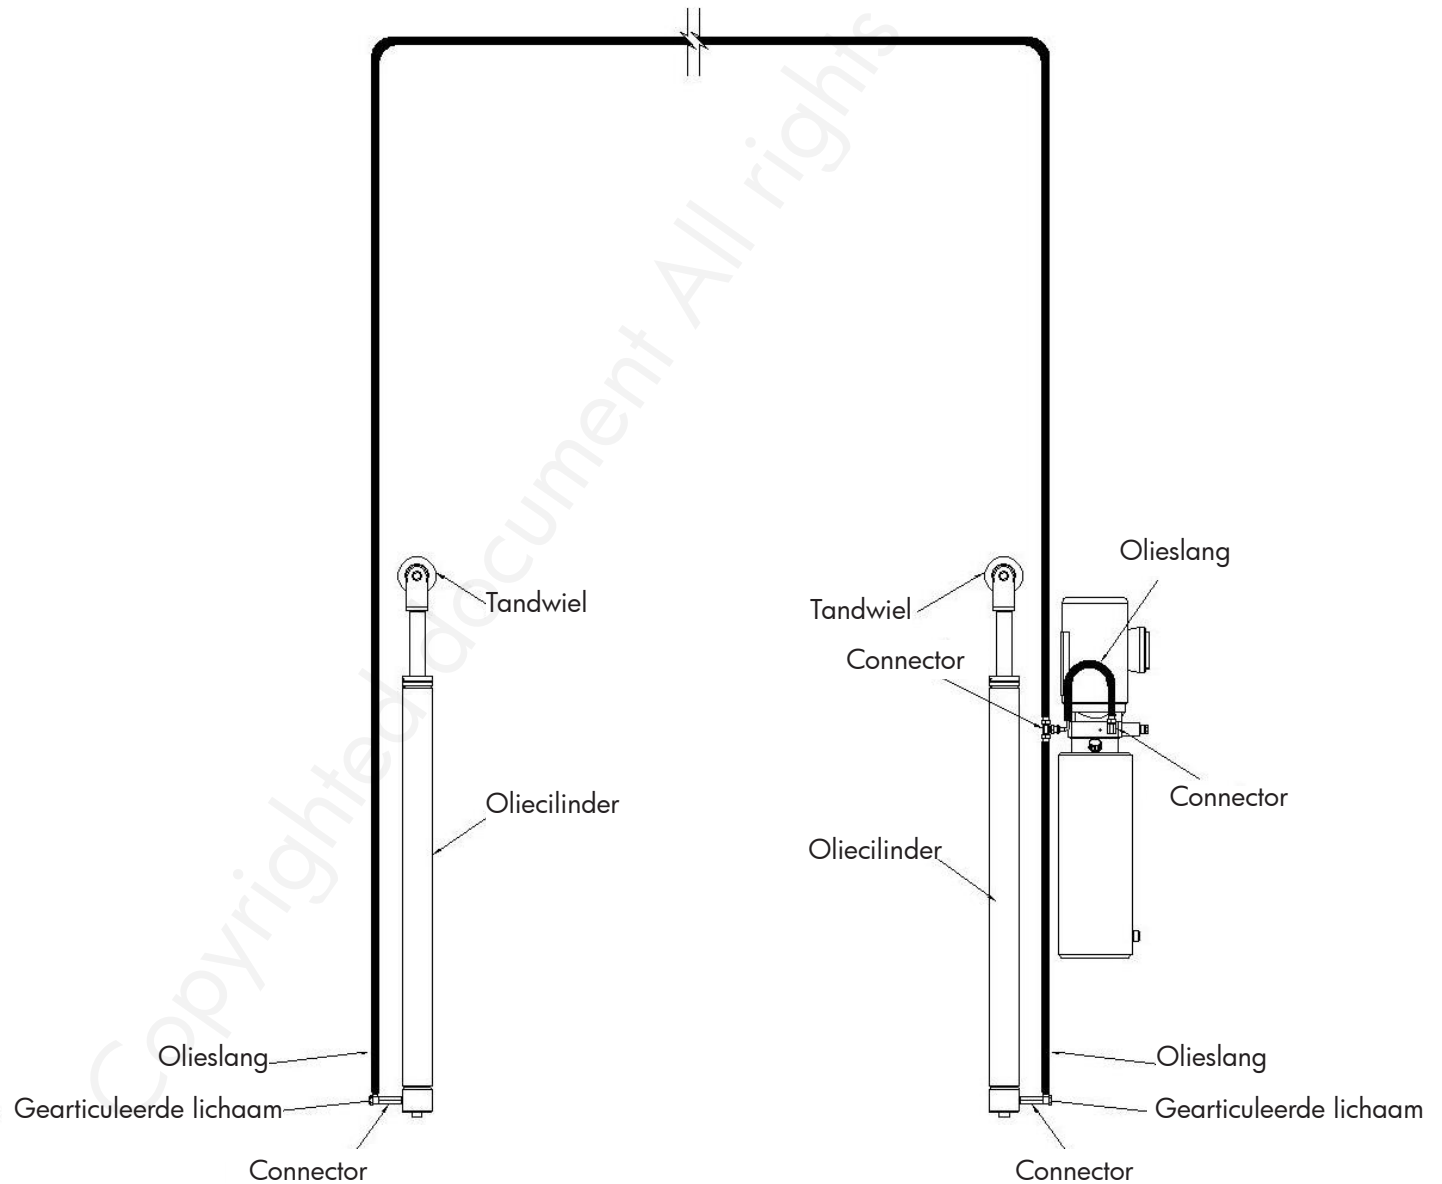

Fig. 9
8. Sluit de olieslangen aan volgens het schema (**fig. 9**).